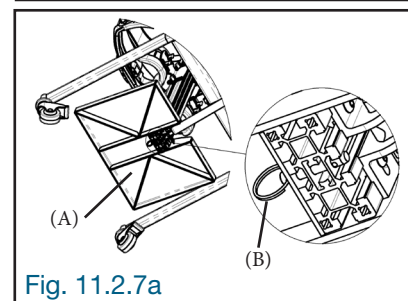
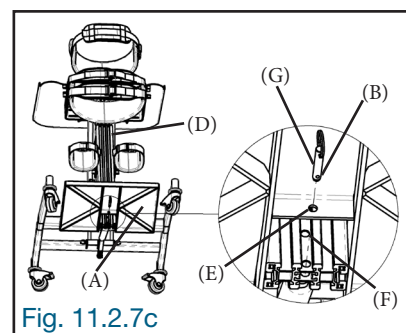

Fig. 11.2.7a
Fig. 11.2.7c
Retirer la goupille à dégagement rapide (B) sous le plateau de pieds (A) (Fig. 11.2.7a).
Glisser le plateau de pieds (A) sur le châssis (D) de façon à aligner le trou (E) du plateau de pieds avec le trou (F) désiré du châssis (Fig. 11.2.7c). Insérer la goupille à dégagement rapide (B) sous le plateau de pieds (A). Assurez-vous que le verrou (G) de la goupille (B) soit complètement dégagé de l'autre côté du châssis (D) afin qu'elle soit bien verrouillée (Fig. 11.2.7a).